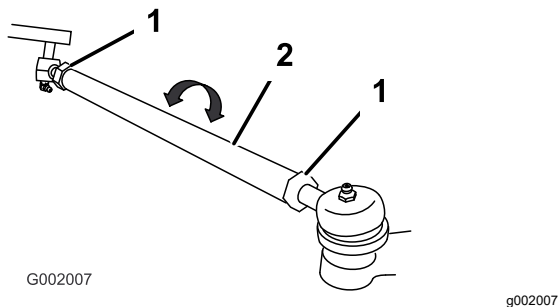

Bild 48
- Wenn der Wert nicht im angegebenen Bereich liegt, lösen Sie die Klemmmuttern an beiden Ende der Spurstangen (Bild 48).